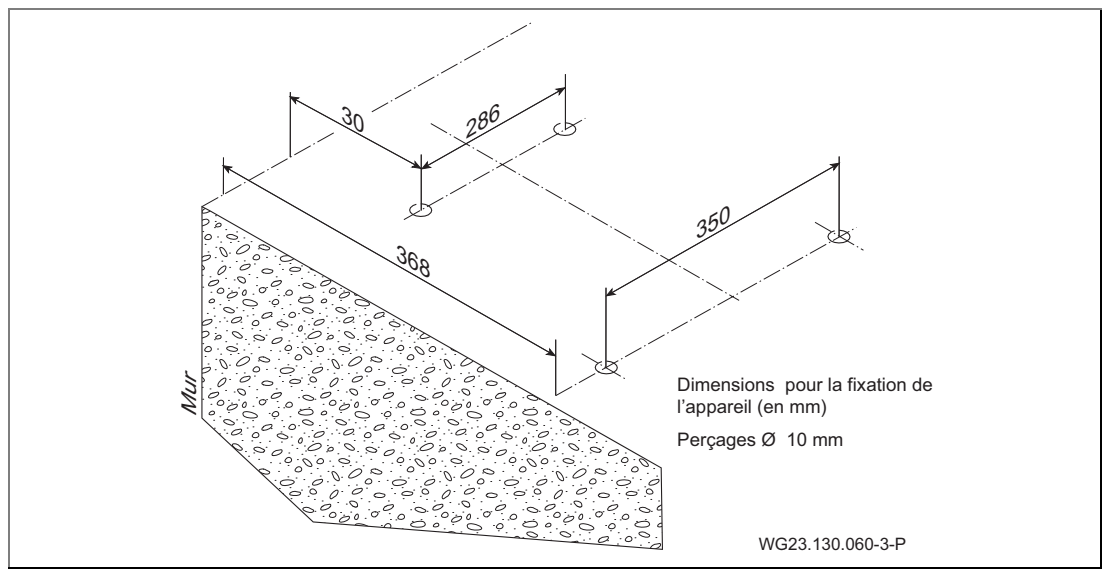
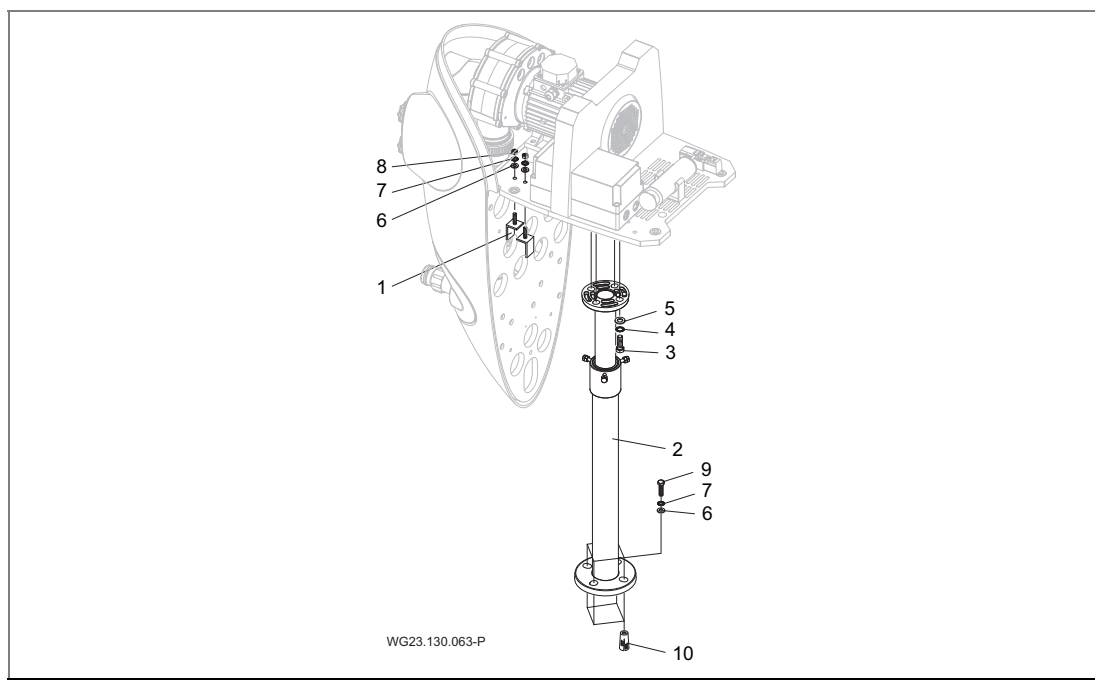

Fig. 4
Fig. 5
- Choisir le lieu d'implantation de l'appareil et préparer l'installation en fonction des instructions de la Fig. 4. Lorsque l'appareil est destiné à être installé sur une piscine hors sol, ne pas omettre d'installer le support télescopique. Voir "Fig. 5", page 21
- Soulever l'appareil et percer des trous de Ø 10 mm aux endroits marqués précédemment. Voir "Fig. 4", page 20